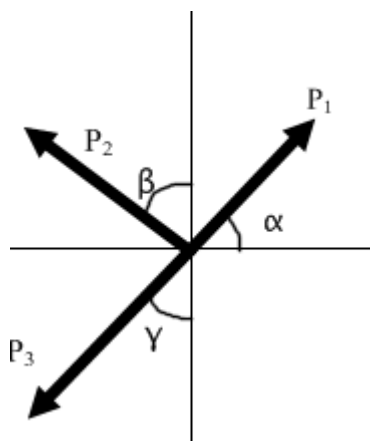

рис.2
3.Строим схему, учитывая задание (рис.2)